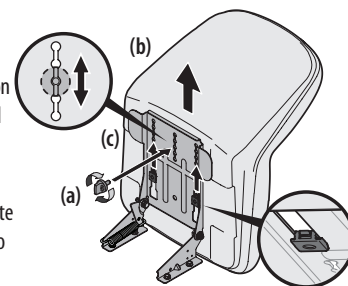

Figura 4
4. Deslice el asiento (b) hacia atrás en el soporte de pivote del asiento (c), alineando una de las ranuras del soporte de pivote del asiento (c) con el orificio que está en la parte posterior central de la base del asiento (b). Consulte la Figura 4.
Nota: Asegúrese que las dos lengüetas del asiento se enganchen en el soporte de pivote del asiento, como se muestra en el recuadro inferior derecho de la Figura 4.